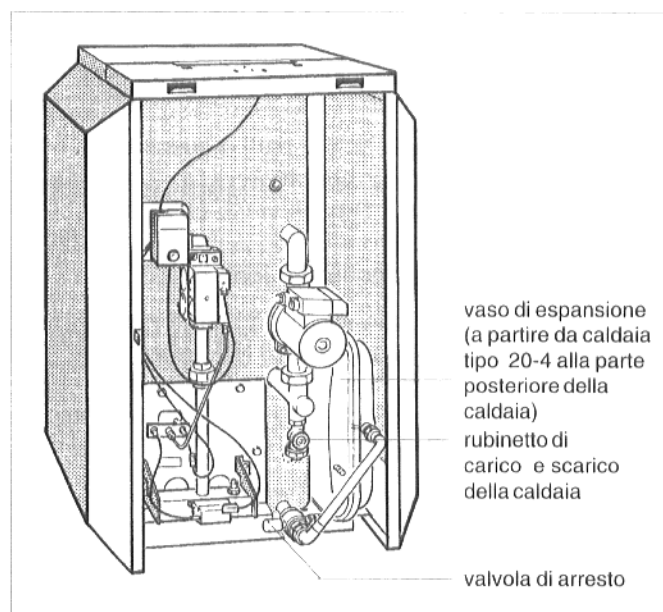
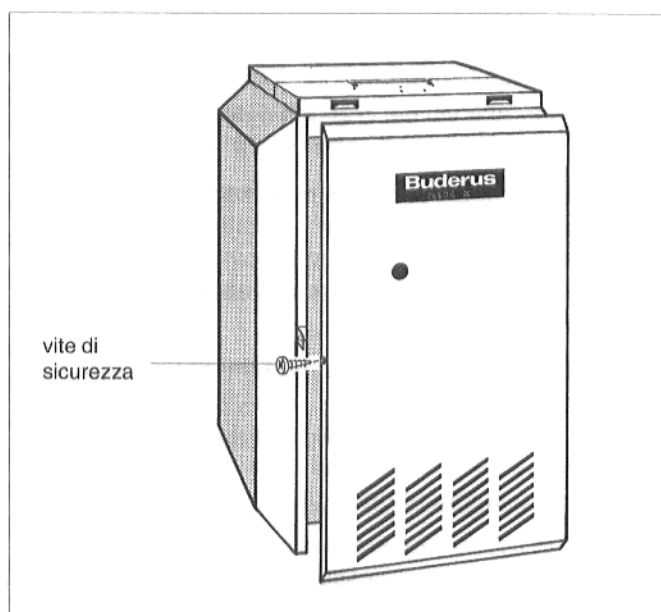

Fig. 9: G124 XV, pannello anteriore aperto
Fig. 11: Togliere il pannello anteriore della caldaia
Durante questa operazione, separare il vaso di espansione dal sistema chiudendo la valvola di arresto sotto il coperchio rosso (Fig. 9). Vedere Fig. 11 per lo smontaggio del pannello anteriore della caldaia.
- Svitare le viti di sicurezza a sinistra ed a destra nei pannelli laterali (Fig. 11).
- Sollevare la parete anteriore della caldaia e toglierla verso la parte anteriore (Fig. 11).
- Applicare l'apparecchio di regolazione sul coperchio anteriore della caldaia in modo tale che i ganci ad inserto si infilano nelle forature ovali che si trovano davanti nella parte inferiore dell'apparecchio di regolazione (Fig. 9 opp. 14).